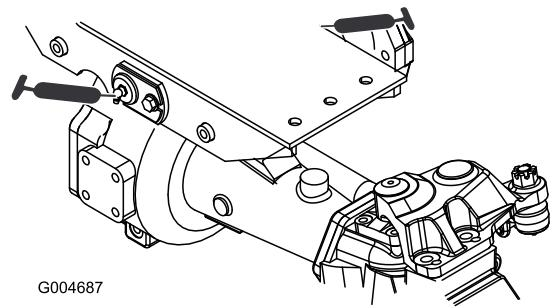

Bild 63
- Zwei Drehbüchsen an der Vorder- und Hinterachse (Bild 63)